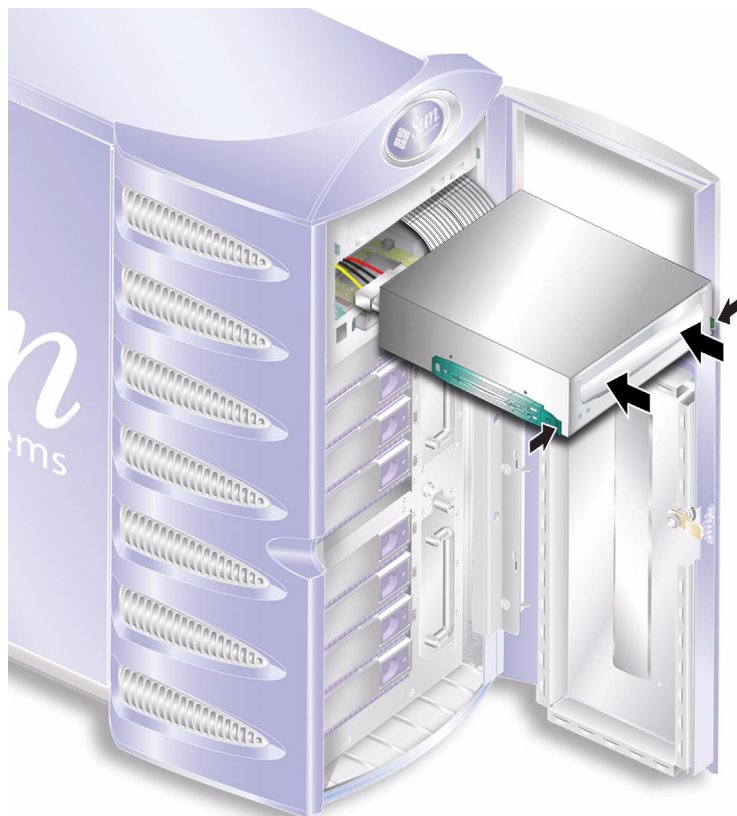

**FIGURA 1-27** Rimozione della piastra di cancellazione dell'unità nastro
**4. Rimuovere la piastra di cancellazione. Vedere la FIGURA 1-27.**